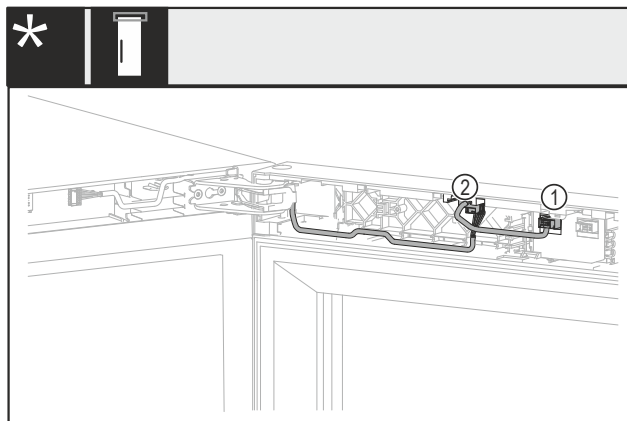

Fig. 18 Sin candado o con candado mecánico*
- ▶ Extraiga el conector macho Fig. 18 (1)*
- ▶ Extraiga el conector macho Fig. 18 (2)*